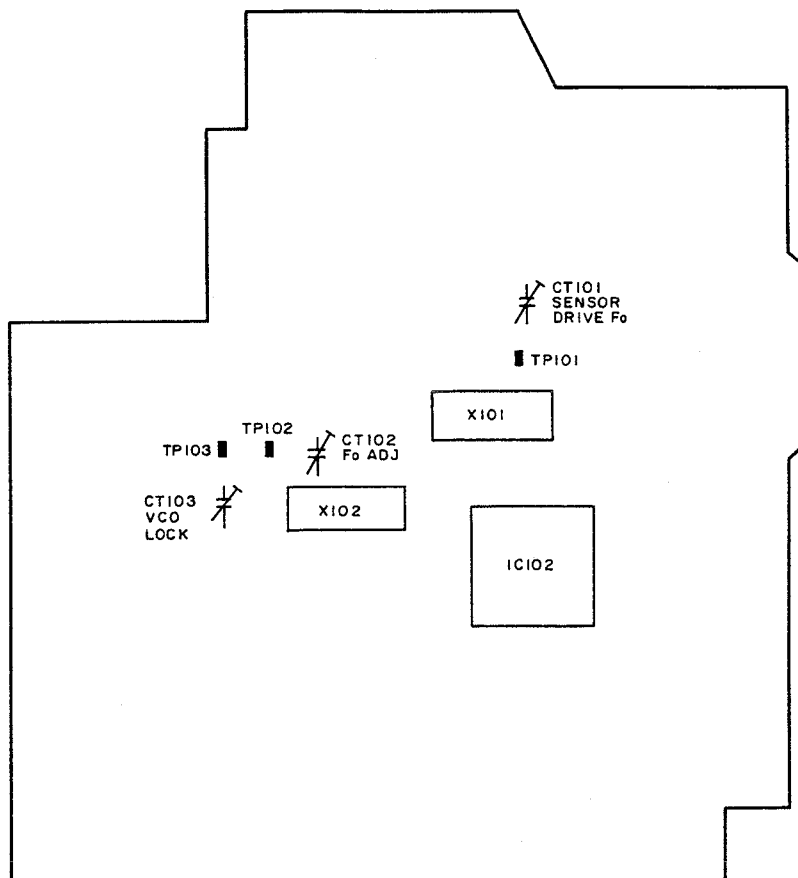

Fig. 4-5 Carte de circuits imprimés de traitement (PC) (côté A)
(1) Confirmation de la fréquence sous-porteuse (figure 4-5)
(2) Confirmation de la tension de blocage d'oscillateur contrôlé par tension (figure 4-5)
(3) Confirmation de la fréquence d'impulsion de commande de l'analyseur d'image (figure 4-5)